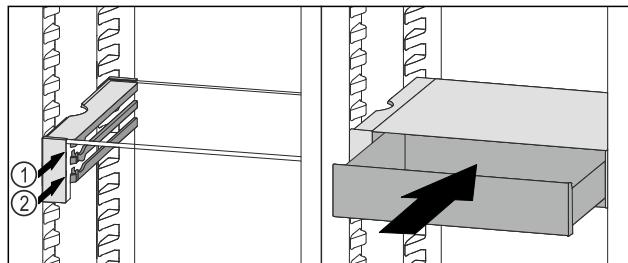

Fig. 59
- Поставете чекмеджето на VarioSafe зад ограничителите върху желаното ребро Fig. 59 (1) или Fig. 59 (2).